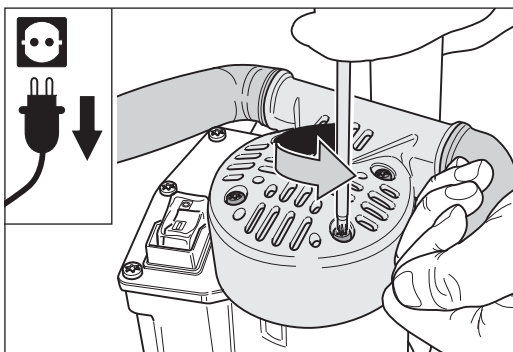
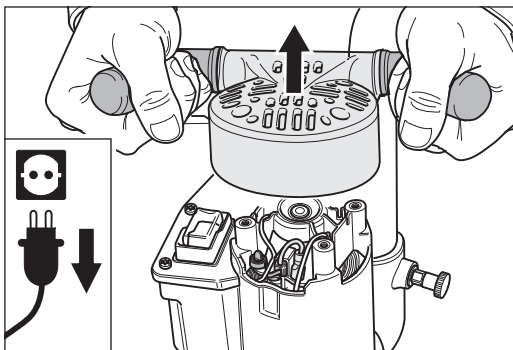

Bild 44 Ta bort handtagets fyra fastsättningskruvar.
Bild 45 Ta av handtaget. **Se till att inga delar faller in i motorn!**
- 3 Ta bort handtagets fyra fastsättningskruvar (bild 44) och ta av handtaget från motorhuset (bild 45). **Se till att inga delar faller in i motorn!**